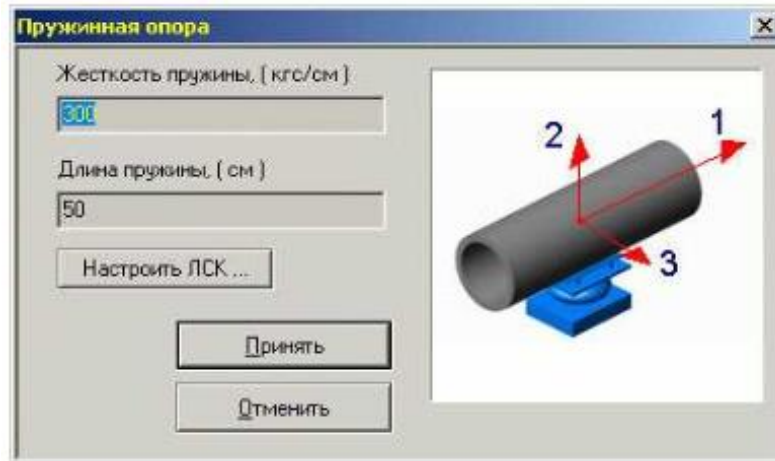

Рис. 5.4.11. Диалоговое окно задания параметров пружинной опоры
3. В возникшем диалоговом окне (см. рис. 5.4.11.) необходимо задать жесткость пружины, с которой опора будет держать вес трубопровода, а также локальные оси опоры (смотрите главу **"Локальные оси опоры"**);